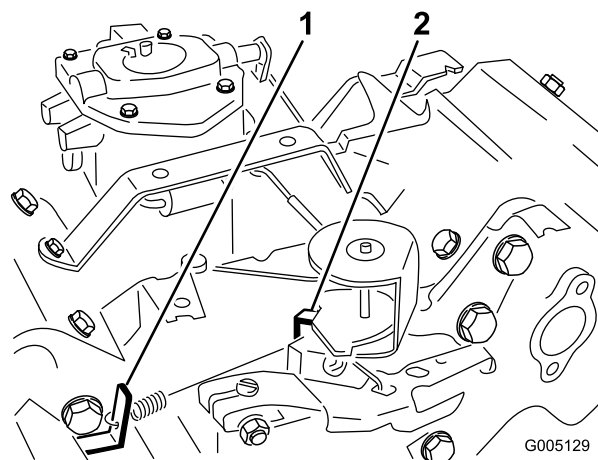

Figura 36
3. Doble la pestaña de anclaje del muelle de regulación del ralentí (Figura 36) hasta obtener una velocidad de ralentí de 1650 ± 100 rpm. Compruebe la velocidad con un tacómetro.
5. Mueva el control del acelerador a la posición de Rápido. Doble la pestaña de anclaje del muelle de alta velocidad (Figura 36) hasta obtener una velocidad alta de 2850 ± 50 rpm.